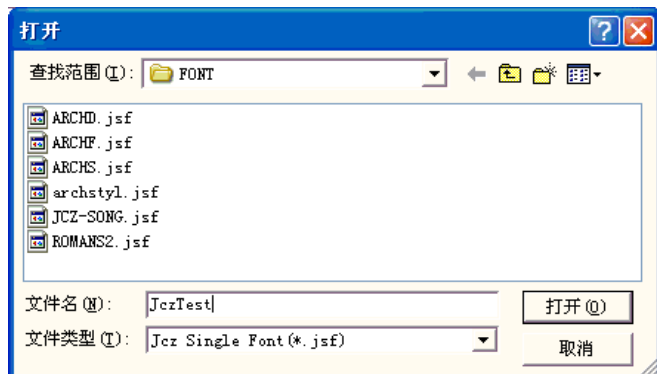

图 5-20 新建字库对话框
1. 首先点击 jsf 字库名称按钮，并寻找 EzCad\font 目录，在文件名的编辑框中输入 JczTest，然后点击打开按钮。如图 5-20 所示。